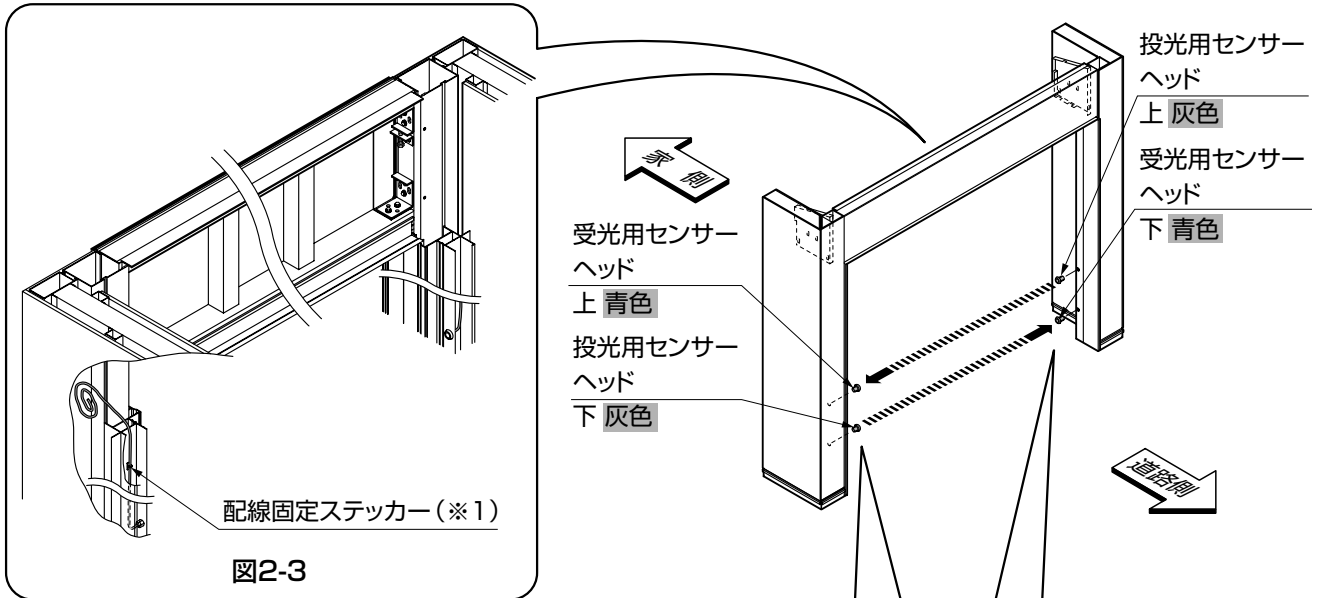

図2-3
- ②側壁右のコードをレールステイに通して上まで配線してください。(図2-3参照)
- 配線の固定には、配線固定ステッカー(※1)を使用してください。(図2-3参照)